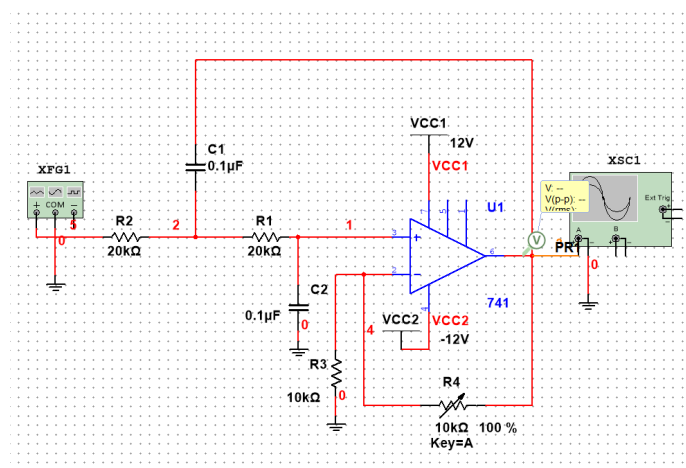

图 9-2
低通滤波电路如图 9-2 所示，其性能参数为
实验电路如图 9-2 所示， R_F 分别取 2K、10K，测出测量输入信号 $U_i=1V$ 、频率 f 在 4Hz 800Hz 范围变化时的 V_o 值，表格自拟。测量结果如表 1 和表 2
- (a) 某同学在调试图 9-2 时，输入频率为 1kHz 的信号，发现输出电压远低于输入电压，他认为电路存在故障，此结论是否正确？